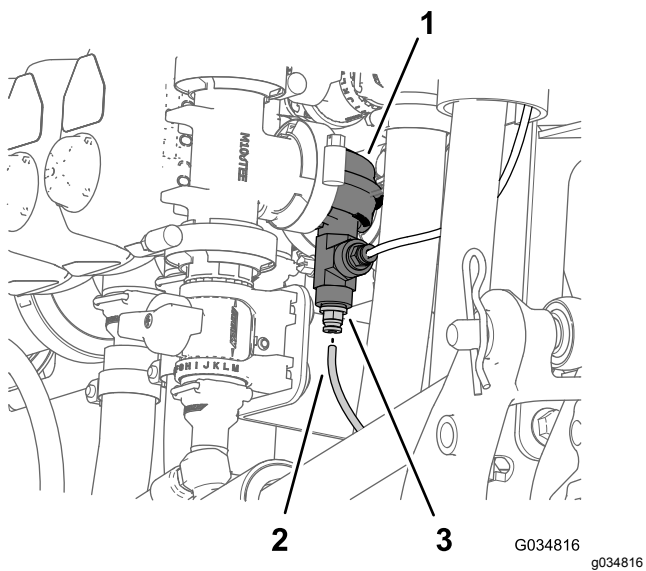

图 13
1. 按住右喷洒臂段阀 90 度弯头中的管子连接器锁环 图 12或 图 13。
2. 从管子连接器中拉出仪表板压力计的压力传感管 图 12 或 图 13。